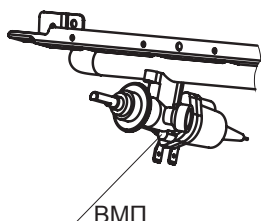

рис. 20
22.3. Настройка регулируемых ВМП в кранах-термостатах духовки (рис. 20, 21).